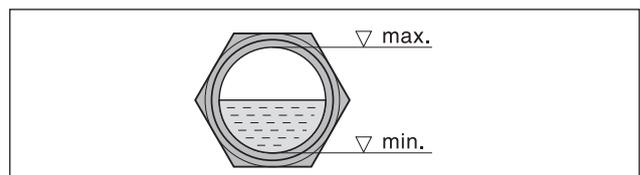

Fig. 4 Nivel de aceite en la mirilla de aceite
- b) Tras una eventual corrección del sentido de giro, poner el motor de nuevo en marcha y apagarlo después de 2 minutos para reponer aceite hasta el borde superior de la mirilla (Fig. 4/I). Ir reponiendo aceite por la boca de llenado (Fig. 2/H) hasta que todas las tuberías de aceite estén completamente llenas.